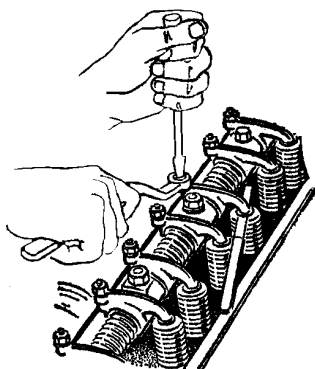

Рис. 3-3 Регулировка клапанов
1. Ослабить контргайку регулировочного винта (рис. 3-3).